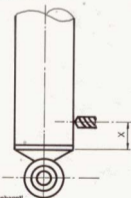

Bild 198
- Wenn Gasdruckstoßdämpfer erneuert werden muss, ist der Halter des Fahrzeugs oder der von ihm beauftragte Monteur seitens des Herstellerwerks verpflichtet, den zu verschrotenden Stoßdämpfer durch Ablassen des Gasinhalts zu „entschärfen“. Das erfolgt durch Anbohren an der Stelle, die in Bild 198 gezeigt ist. Bei dieser Arbeit unbedingt Schutzbrille tragen! Arbeit am besten verstärkter Werkstoff überlassen!